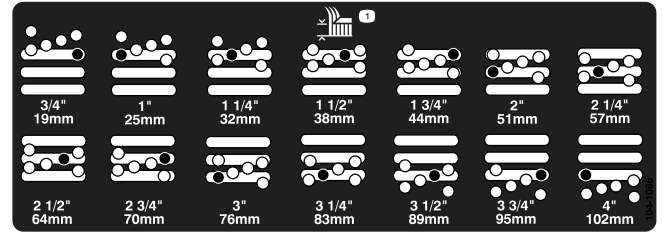

Figura 19
5. Mutăți camera la înălțimea de tăiere dorită și instalați un distanțier în orificiul și fanta pentru înălțimea de tăiere desemnate (Figura 19).